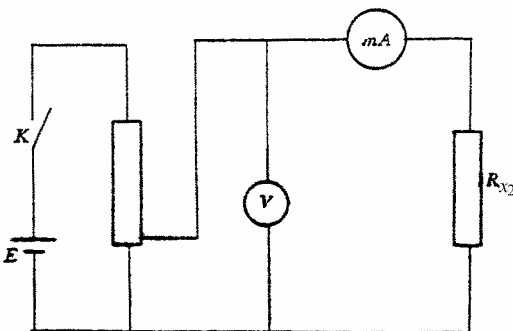

图 6-8 电流表内接法测量固定电阻
2. $R_{x2}=1.0\text{k}\Omega$ ，采用电流表内接，测试线路如图 6-8 所示，操作同上，只测一组数据。